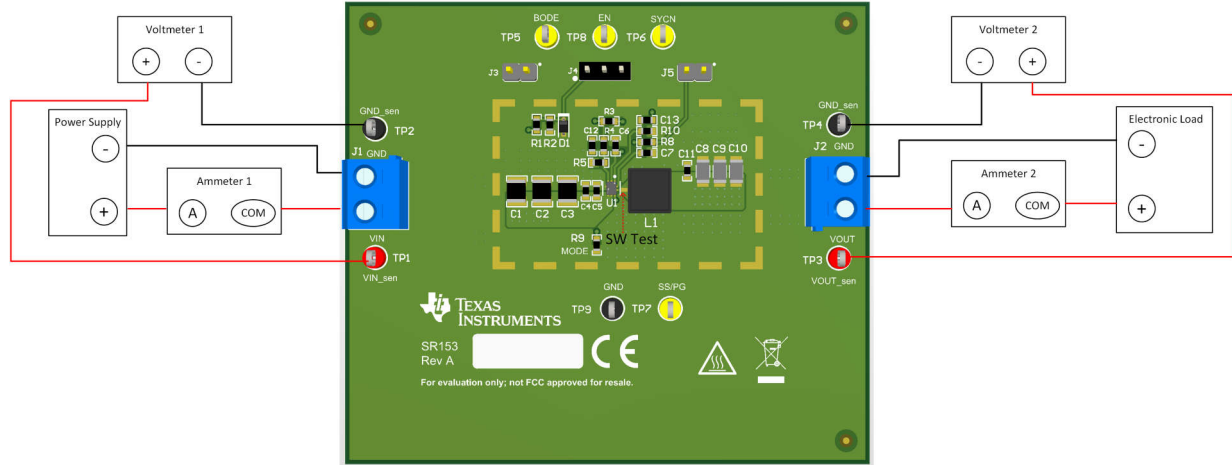

图 2-1. EVM 测试设置
参考表 2-1 所述的 EVM 连接，建议用于评估 TPS543521 的测试装置如图 2-1 所示。在提供 ESD 保护的工作站上工作时，请确保在处理 EVM 之前已连接所有腕带、靴带或垫子以使用户接地。
1. 在连接直流输入源之前，将输入电源的电流限值设置为最大 0.1A。确保输入源最初设置为 0V 并连接到 J1 的 VIN 和 GND，如图 2-1 所示。